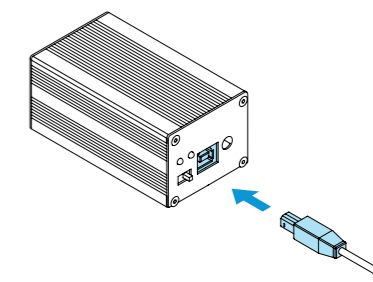

Рисунок 10.
- Подключить интерфейсный блок к ПК USB-кабелем (2) (рисунок 10)